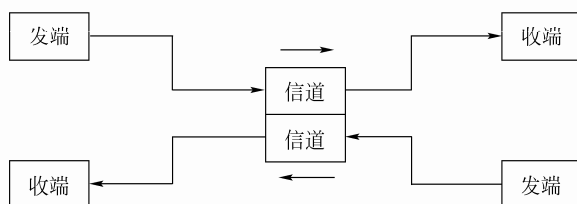

图 7-4 双工通信
② 全双工 (Full Simplex): 也称双工，指数据可以进行双向数据传送，同一时刻既能发送数据，也能接收数据，如图 7-4 所示。通常需要两对双绞线连接，通信线路成本高。例如，RS-422 就是“全双工”通信方式。